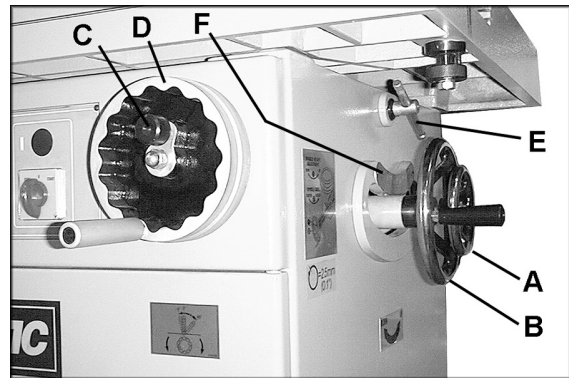

Рисунок 22
1. Ослабьте фиксатор маховика (А, рис. 22) и вращайте маховик (В, рис. 22) против часовой стрелки, чтобы поднять шпиндель, и по часовой стрелке, чтобы его опустить.
2. Затяните фиксатор (А, рис. 22).
1. Ослабьте ручку (С, рис. 22) на переднем маховике (D, рис. 22).
2. Ослабьте два фиксатора (Е, рис. 22) с обеих сторон станка.
3. Поверните маховик (D, рис. 22) на требуемый угол наклона, который отображается на шкале (F, рис. 22).
4. Затяните ручку (С, рис. 22) и фиксаторы (Е, рис. 22).